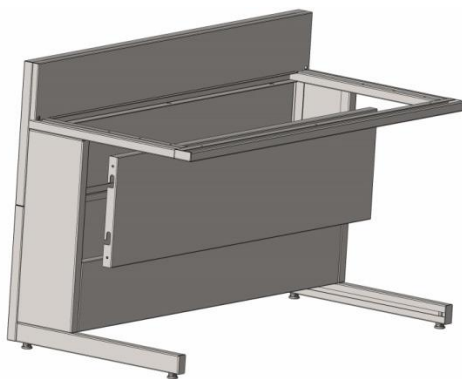

Рис. 5
4. Снять боковины панелью СЛ-У при помощи Болт М8х16 DIN 933, Шайба М8 DIN 125. Вкрутить в верхнюю часть боковин Болты М8х14 DIN 912 мм и повесить на них съёмную панель (Рис. 5)